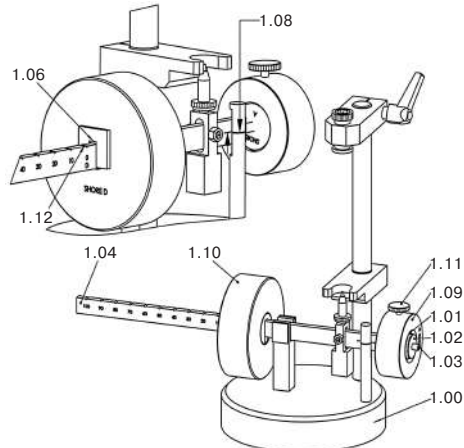

Рис.2. Установка диапазонов измерений по Шору D, C, D0.
- Закрутите противовес по Shore D (1.09, Рис.2) на противовесе Shore A (1.01, Рис.2).
- Затяните гайку с накаткой (1.11, Рис.2).
- Переместите подвижный груз D (1.10, Рис.2) на ноль, позиция «D» (1.12, Рис.2).
! Упорная пластина (1.06, Рис.2) подвижного груза (1.10, Рис.2) должна быть со свободной стороны балансирующего плеча (1.04, Рис.2).
- Поворачивайте противовес (1.09, Рис.2) пока отметки (1.08, Рис.2) не совпадут.